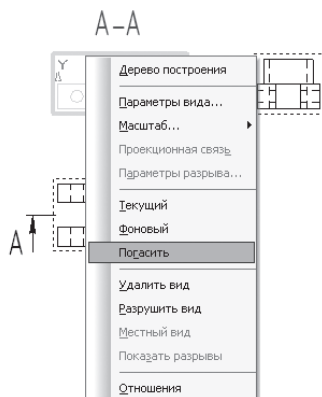

Рис. 328
- на разрезе контур детали, расположенный до плоскости сечения, не изображается. Выделите ЛКМ главный вид и щелчком ПКЛ вызовите контекстное меню, из которого выберите **Погасить** (рис. 328).